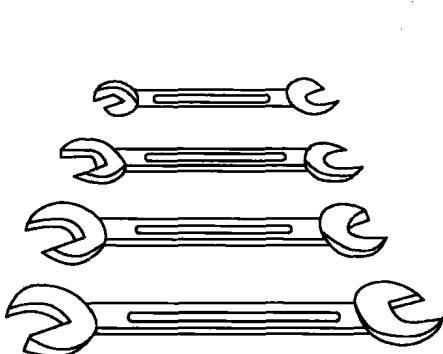

图 1-1 呆扳手
(1) 呆扳手（见图 1-1） 呆扳手按形状分有双头扳手和单头扳手两种。其作用是紧固、拆卸一般标准规格的螺母和螺栓。这种扳手可以直接插入或套入，使用较方便。扳手的开口方向与其中间柄部错开一个角度，通常有 15° 、 45° 、 90° 等，以便在受限制的部位中扳动方便。其规格是以两端开口的宽度 S (mm) 来表示的，通常是成套装备，有 8 件一套、10 件一套等，通常用 45、50 钢锻造，并经热处理。